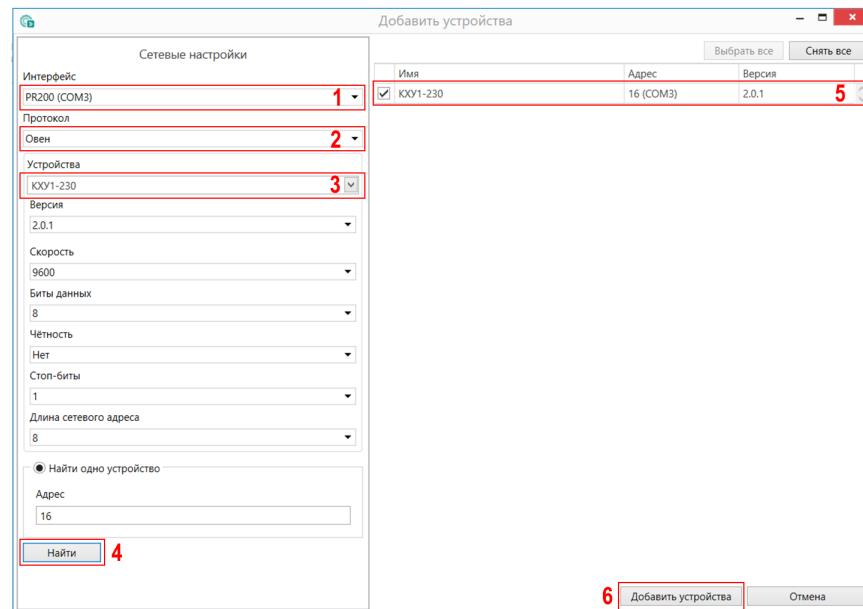

Рисунок 12.1 – Настройки связи с устройством
6. Выбрать интерфейс «PR200 (COM3)» (см. рисунок 12.1, 1). Номер COM порта, присвоенный прибору можно узнать в Диспетчере устройств Windows.
7. Выбрать протокол **ОВЕН** (см. рисунок 12.1, 2).
8. Выбрать устройство (см. рисунок 12.1, 3). Модификация прибора указана на боковой стороне прибора.
9. Выбрать «Найти одно устройство», если добавляется один прибор. Запустить поиск нажатием на кнопку «Найти» (см. рисунок 12.1, 4).
10. Выделить найденное устройство (см. рисунок 12.1, 5).
11. Добавить устройство в проект Конфигуратора по нажатию кнопки «Добавить устройства» (см. рисунок 12.1, 6).
1. Нажать на кнопку **Обновить устройство** в контекстном меню выбранного устройства или в главном меню. Откроется диалоговое окно для смены встроенного ПО устройства. Можно обновить одно или несколько устройств. Устройства следует выделить в области устройств (см. рисунок 12.1, 5) и выбрать **Обновить устройство** в контекстном меню или главном меню.